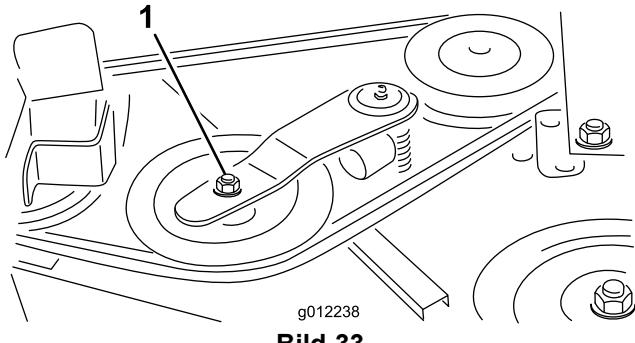
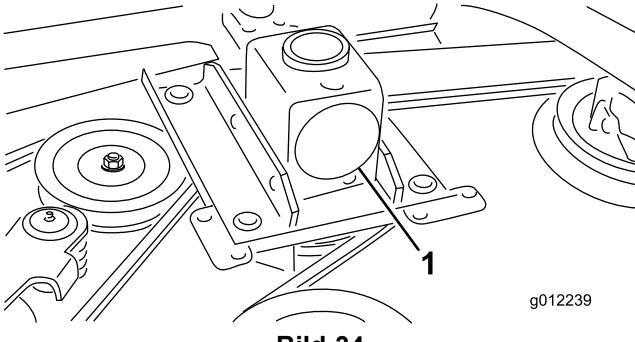

Bild 33
Bild 34
2. Schieben Sie die Spannscheibe mit einem Schraubenschlüssel oder einem ähnlichen Werkzeug (Bild 33) vom Treibriemen und lassen Sie den Riemenscheide rutschen (Bild 34).